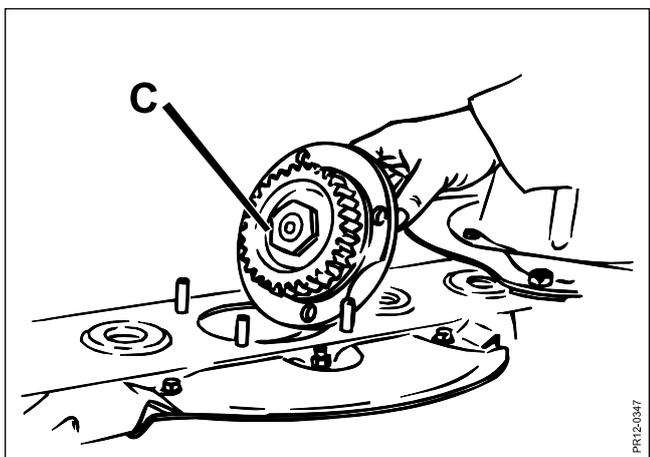

Рис. 5-10
- Рис. 5-10 Режущая балка имеет шестерню **С** под каждым колпаком.